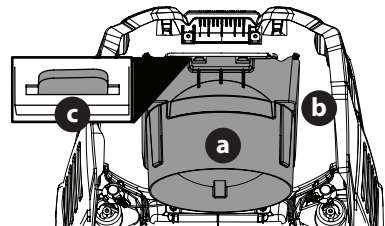

Figure 10
1. Insérez les pattes arrière (c) (Figure 10).